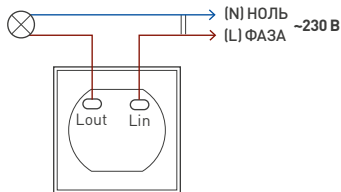

Рис. 1. Схема подключения
- 3.6. Подключите провода сетевого питания AC 230 В к контактам светорегулятора в соответствии со схемой (рис. 1): L (фаза) — коричневый, N (нейтраль) — синий.